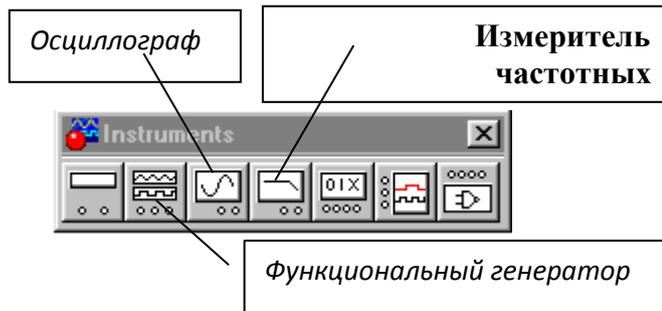

Рис. 7. Библиотека **Instruments**
2.4. Откройте библиотеку **Instruments** – измерительные приборы (рис. 7) и т.д.